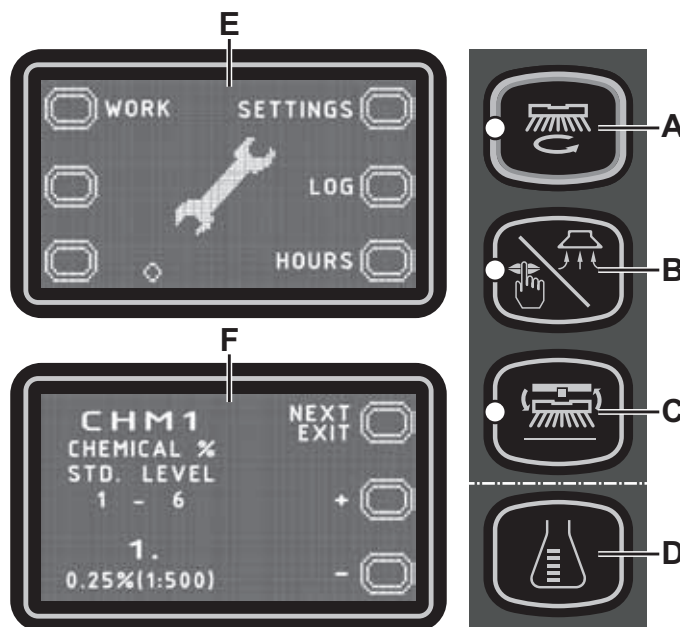

Figure 7
Écran principal (E, Fig. 7)
Écran paramètres de la machine (F, Fig. 7)
Pour revenir à l'écran principal (E, Fig. 7) appuyer plusieurs fois sur le bouton (A).
Pour revenir à l'écran principal (E, Fig. 7) appuyer sur le bouton (A).